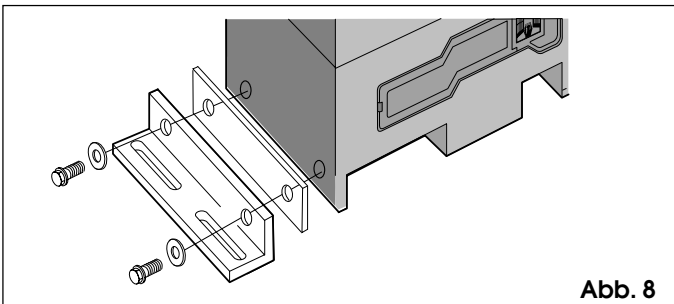

Abb. 8
- 1) Die Anschlußwinkel und die schwingungsdämpfenden Abstandstücke gemäß Abb. 8 an den Operator montieren.